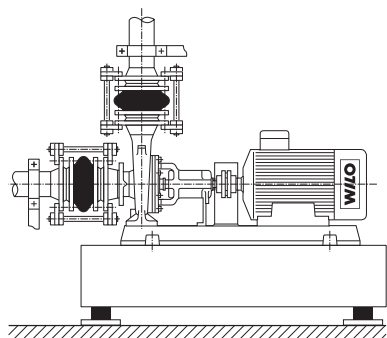

Fig. 10: conexión de la bomba exenta de tensiones
- Las tuberías no deben transmitir ninguna fuerza a la bomba. Apoye las tuberías directamente delante de la bomba y conéctelas de modo que no estén sometidas a tensiones (véase la Fig. 10).
- Compense la dilatación de las tuberías debida al aumento de la temperatura tomando las medidas adecuadas (véase la Fig. 10). Realice la instalación de modo que no se formen burbujas de aire dentro de las tuberías.